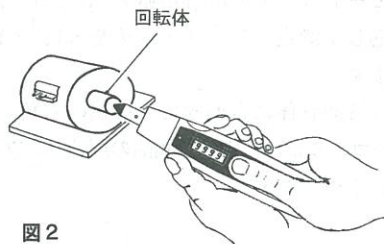

図2
- ・図2のように接触子を回転体の軸の中心に接触面にに対し直角に押し当て測定スイッチを押しますと、回転確認表示LEDが点灯して1分間の回転数が表示されます。